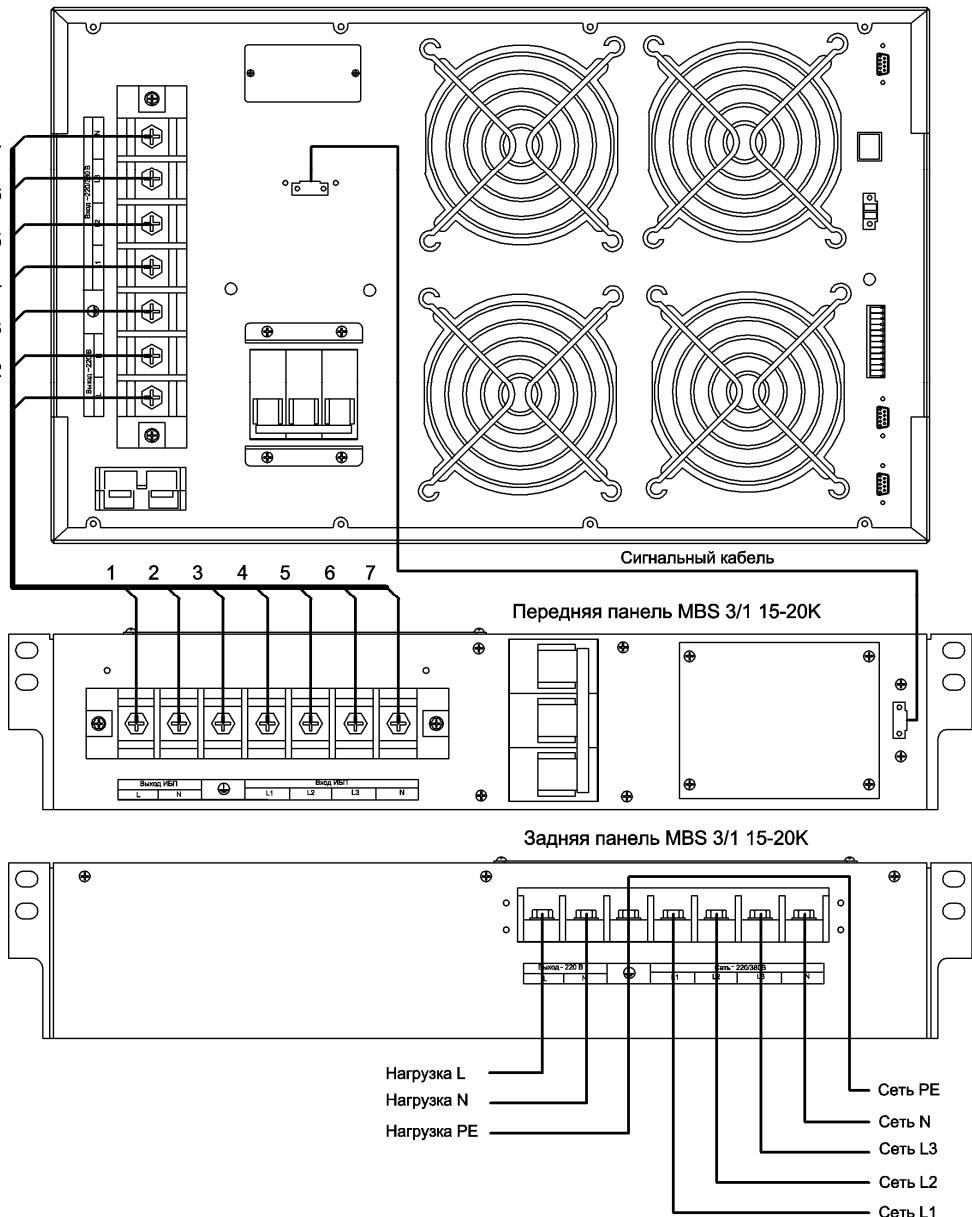

Рисунок 6 – Подключение модуля MBS 3/1 15-20К
**7.1.5** Подключение сети переменного тока, ИБП и нагрузки к модулю следует производить в следующей последовательности (рисунок 6):